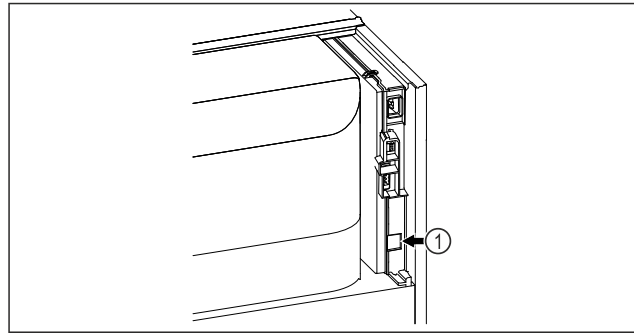

Fig. 99
- Използва се SmartModule Fig. 99 (1).